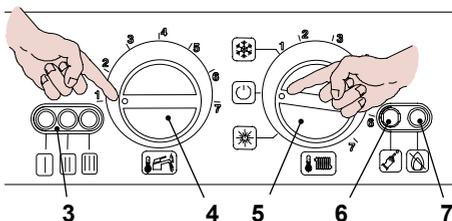
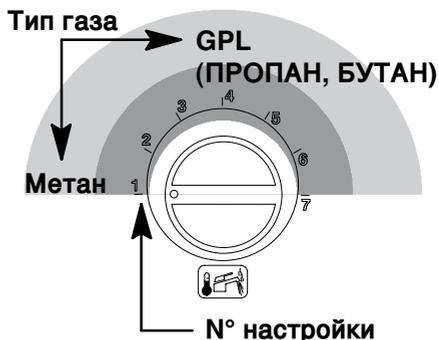
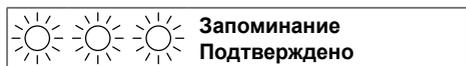

рис. 8.2
рис. 8.5
рис. 8.8
- Поверните переключатель 5 как показано в рис. 8.2 ; сигнальная лампа 3 будет мигать с интервалом в 4 секунды.
- Удерживайте нажатой кнопку перезагрузки 6 в рис. 8.2 в течение 10 секунд, лампа блокировки 7 в рис. 8.2 начнет мигать.
- Нажимайте кнопку перезагрузки 6 в рис. 8.2 (4 раза), пока не появятся сигнальные лампы 3 в рис. 8.2 врис. 8.4 (условные обозначения ламп на стр. 38).
Чтобы просмотреть заданные параметры, нажмите и придержите кнопку перезагрузки 6 в рис. 8.2 в течение 5 секунд. Сигнальные лампы 3 в рис. 8.2 вспыхнут количество раз, соответствующее настройке (рис. 8.5).
- Чтобы изменить настройку, поверните регулятор температуры сантехнической воды 4 в рис. 8.2 и установите его на желаемый тип газа рис. 8.5 (на рисунке регулятор установлен на газ Метан), сигнальная лампа блокировки 7 в рис. 8.2 быстро мигает.
- Чтобы внести в память настройку, нажмите кнопку перезагрузки 6 в рис. 8.2 и придержите ее в течение 5 секунд, сигнальные лампы 3 в рис. 8.2 вспыхнут и будут одновременно мигать, см. рис. 8.8 (условные обозначения ламп на стр. 38)